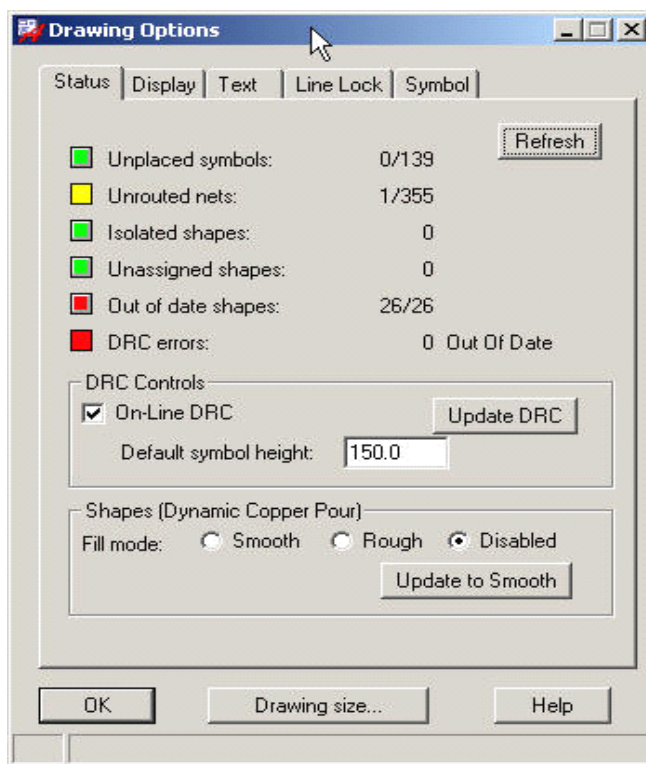

图10 “Drawing Options”对话框
3.1 在主菜单中选择 **Setup** → **Drawing Options** 命令, 弹出“Drawing Options”对话框, 单击“Update DRC”按钮, 执行 DRC 检查。如图 10 所示。
此时需要选择“Dynamic shapes need updating...”按钮，弹出如图 10 所示的“Drawing Option”对话框，选择“Update to Smooth”按钮执行。完成后，即可继续转换文件。